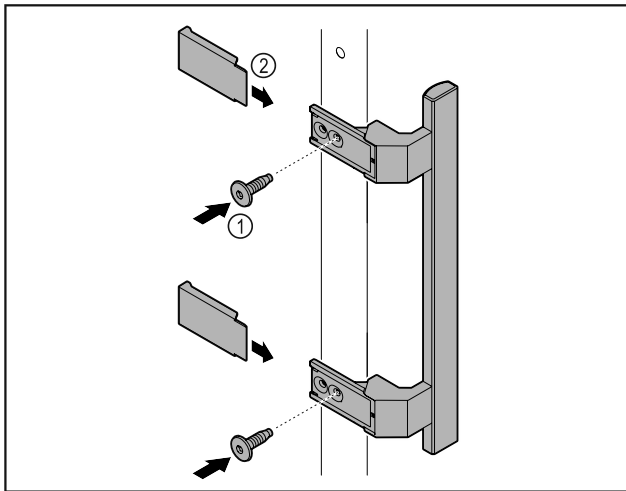

Fig. 7
- Upevnite držadlo z príslušenstva na dvere pomocou priložených skrutiek Fig. 7 (1).
- Nasadte kryt Fig. 7 (2).